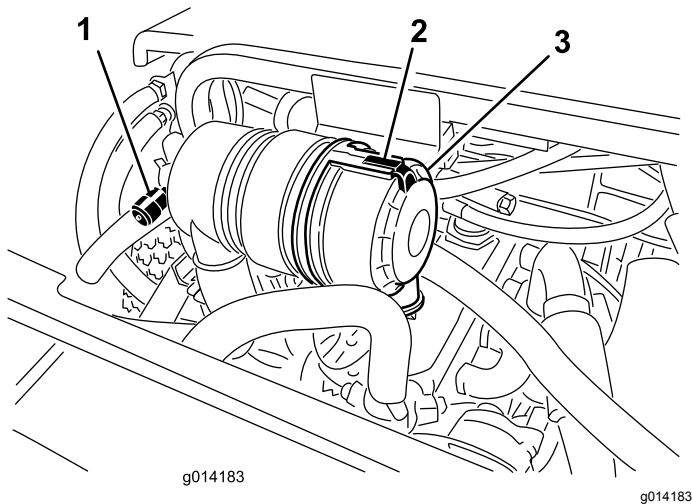

图31
仅在维修指示灯(图31)要求时才维修空气滤清器滤芯。如果是在必须更换之前才更换空气滤清器只会增加灰尘在滤清器拆下时进入发动机的几率。
1. 松开将空气滤清器盖固定到空气滤清器壳体上的门锁图31。